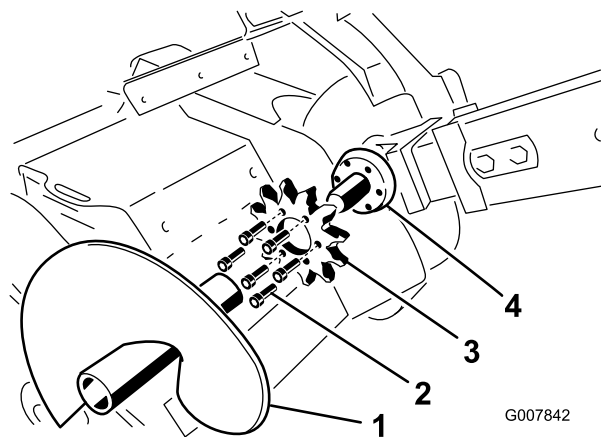

Figura 60
3. Togliete le lame della coclea (Figura 60).
12. Stringete a mano i sei bulloni nella ruota (Figura 60).
8. Rimuovete i sei bulloni che fissano la ruota conduttrice (Figura 60).
9. Togliete la ruota conduttrice e gettatela (Figura 60).
10. Pulite la superficie della ruota conduttrice sullo scavafosso (Figura 60).
11. Inserite la nuova ruota sull'albero (Figura 60).